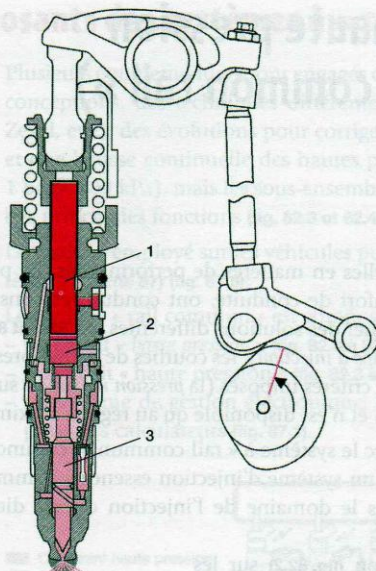

**Figure 81.2.** Position des pièces came au PMB, pistons en position haute (Doc. Scania)
- Butée mécanique haute des trois pistons, came au point mort bas (**fig. 81.2**) : les pistons sont remontés sous la pression des *ressorts* de chacun, le circuit est en phase de préparation durant la rotation de la came restant au PMB.